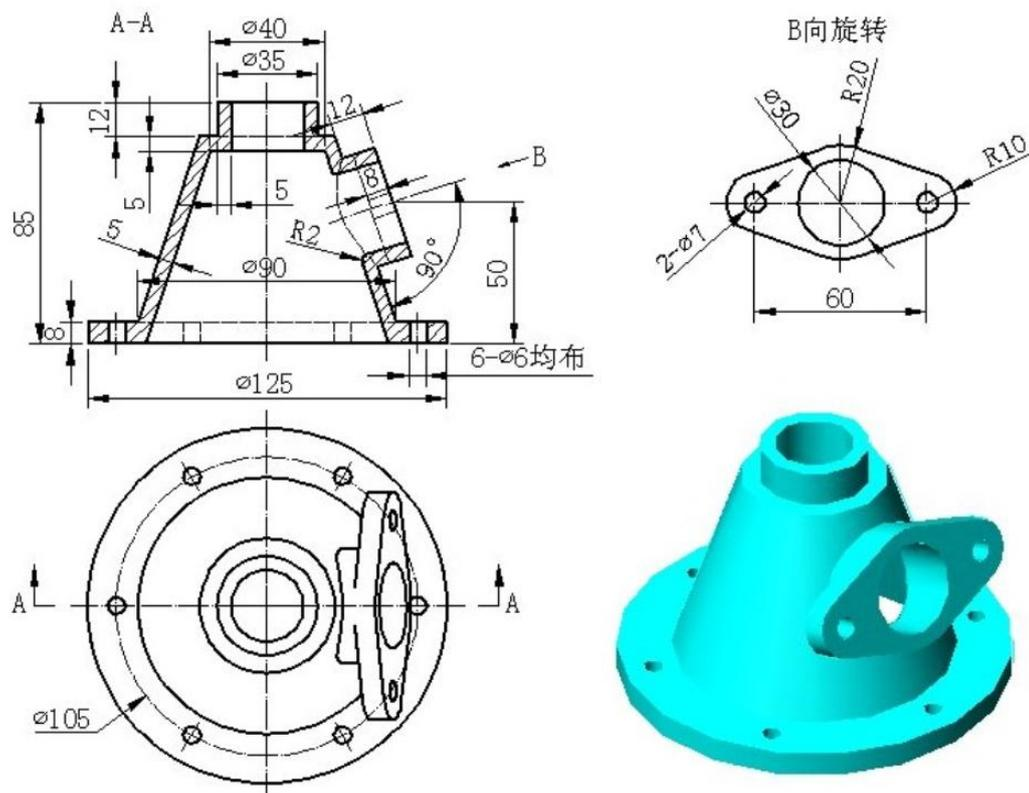

图 J1-10 三维零件 10
- ① 在盘下建立考生文件夹，文件夹名称为“场次-工位号”，所有文件必须保存在考生文件夹中，否则记零分；
- ② 文件名称为“J1-10”，保存在考生文件夹中；
- ③ 根据图 J1-10 所示尺寸完成三维建模；
- ④ 隐藏草图和创建的基准平面；
- ⑤ 考试过程中注意保存，考核结束时考试应立即停止操作，不得关闭电脑，离开考场。
(2) 实施条件